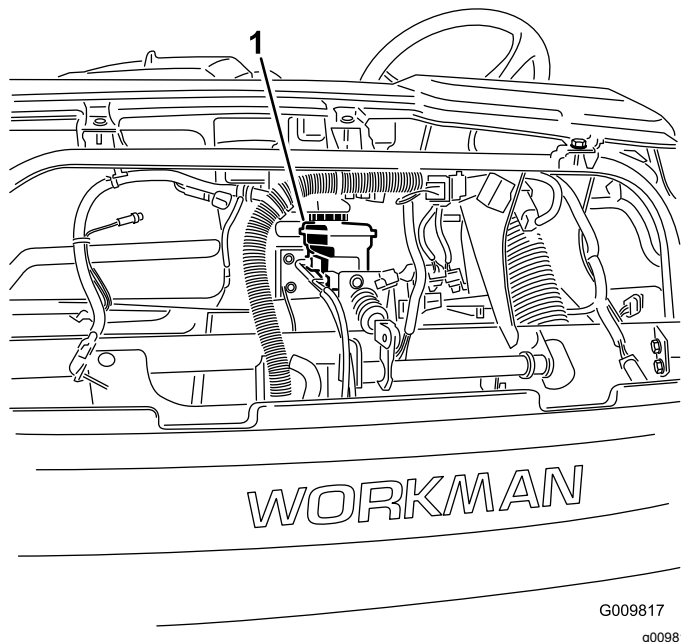
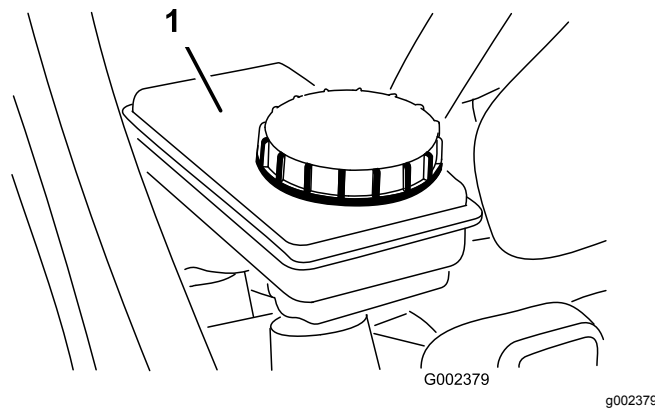

图72
图73
5. 检查刹车油箱内的油位图72和图73。
- A. 清洁盖子周围的区域图73。
- B. 拆下油箱盖图73。
- C. 将指定的刹车油添加至油箱的“已满”线图73。
- D. 盖好油箱盖图73。